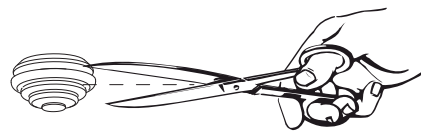

Fig. 4
- 5) Coloque todas as boquilhas na caixa e passe os cabos/fios (fig. 4).